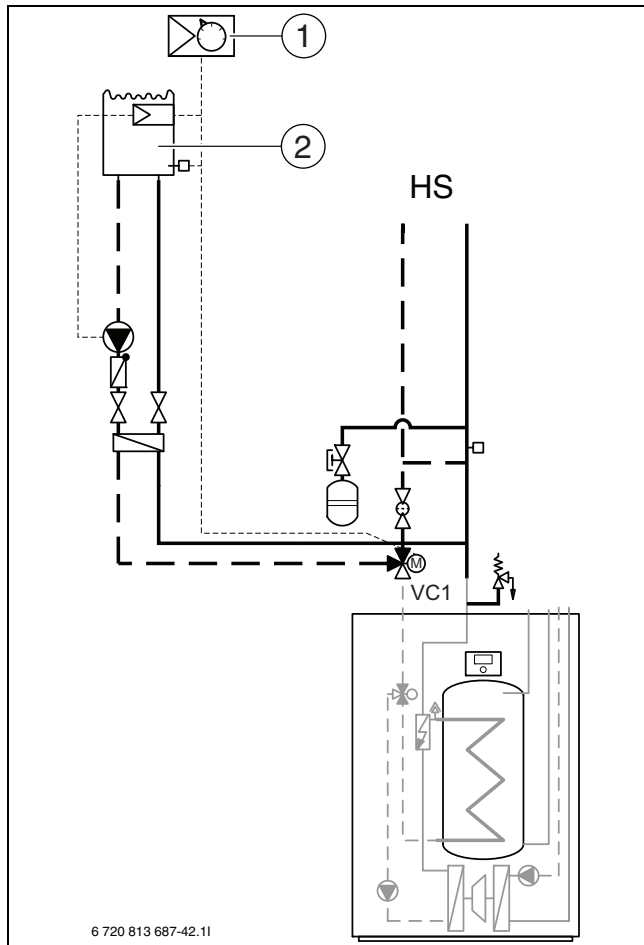

Fig. 33 Eksempelvisning for basseng-installasjon
- ▶ Monter basseng-shuntventilen i returen til varmepumpen (→ [VC1] fig. 33).